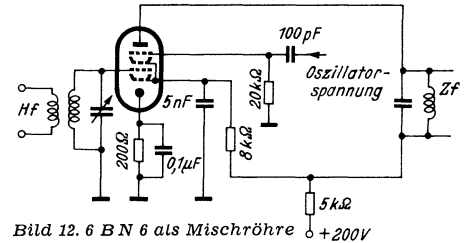

Bild 12. 6 BN 6 als Mischröhre
5. Mischung. Die Röhre kann auch zu Mischzwecken herangezogen werden8). Nach den Literaturangaben ergeben sich allerdings dabei wegen der verschiedenen g1-Kennlinien zwischen verschiedenen Köhren große Streuungen der Eigenschaften. Um Signal- und Oszillatorkreis gut zu entkoppeln, wird die Oszillatorspannung nach Bild 12 dem Gitter g3 zugeführt. Für eine Oszillatorspannung  $> 8 V_{eff}$  ist die Mischsteilheit praktisch konstant und beträgt etwa 0,8 mA/V. Die Anodenspannung